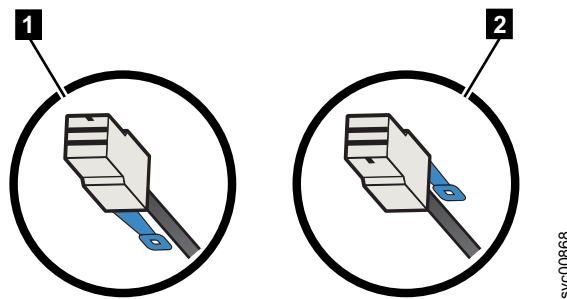

Figura 42. Orientação do conector a cabo SAS
- Na hora de conectar um gabinete de expansão, a guia de puxar azul precisa estar abaixo do cabo (**1** no Figura 42).
- Ao conectar um 2145-SV1, a guia de puxar azul deverá estar acima do conector (**2** em Figura 42).